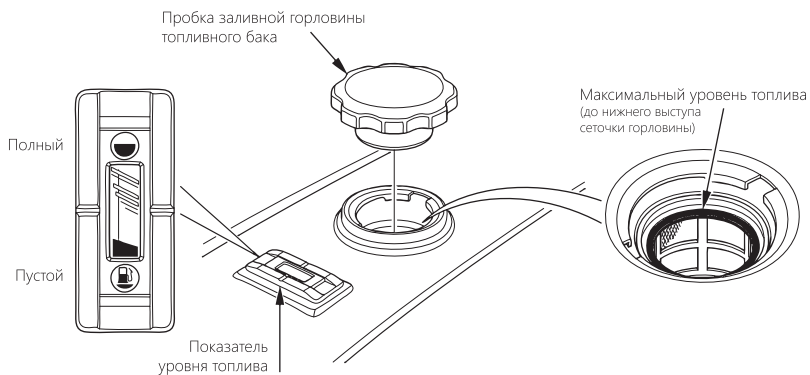

Рис. 2. Фрагмент топливного бака (горловина и индикатор уровня топлива)
- Проверьте уровень горючего в бензобаке (рис. 2).
- Если уровень низкий, долейте неэтилированный бензин до уровня, указанного на рис. 2.